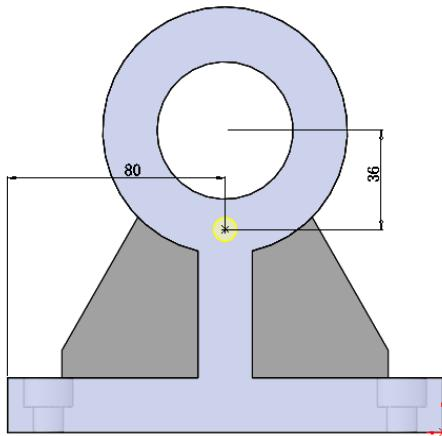

图 4-85 标注孔的位置
**29** 添加螺纹孔。在菜单栏中选择“插入” $\rightarrow$ “特征” $\rightarrow$ “孔” $\rightarrow$ “向导”命令，或者单击“特征”工具栏中的“异型孔向导”图标按钮 $\square$ ，此时系统弹出如图 4-84 所示“孔规格”属性管理器。按照图示进行设置后，单击“位置”按钮，然后用光标在上一步设置的基准面上添加一个点，并标注点的位置，结果如图 4-85 所示。单击属性管理器中的“确定”图标 $\checkmark$ ，完成螺纹孔的绘制。